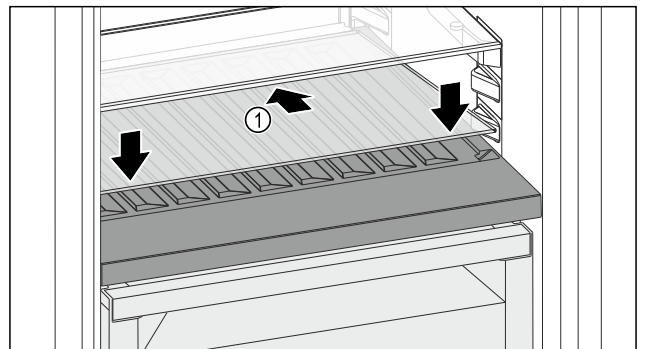

Fig. 116
- Aseta lasilevy Fig. 116 (1) vinosti ja takana alaspäin kallistettuna paikalleen.
- Laske lasilevy Fig. 116 (1) edestä alas.